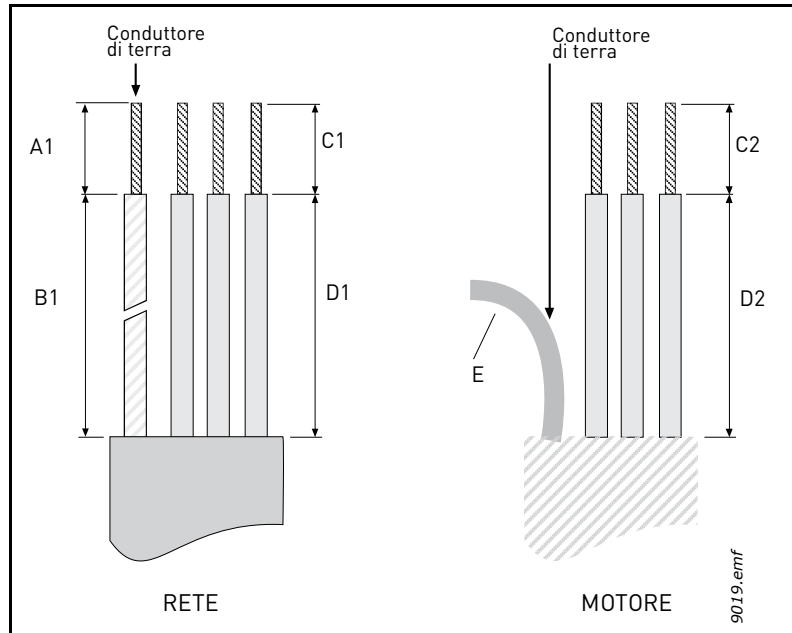
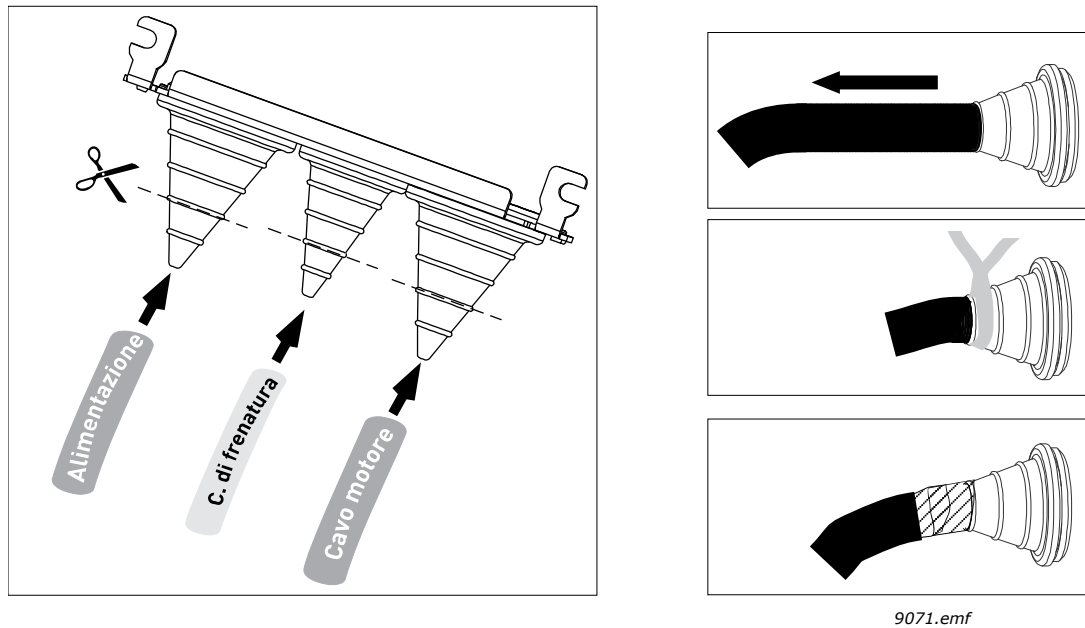
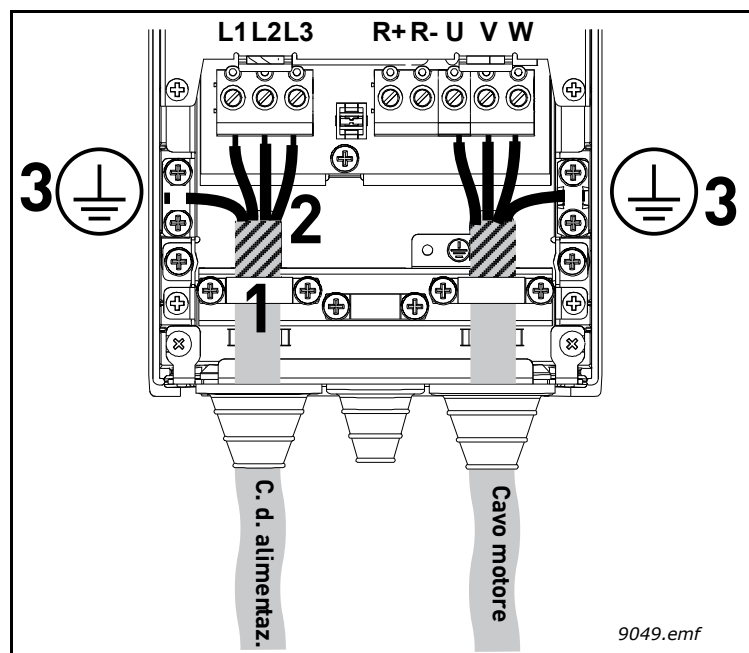
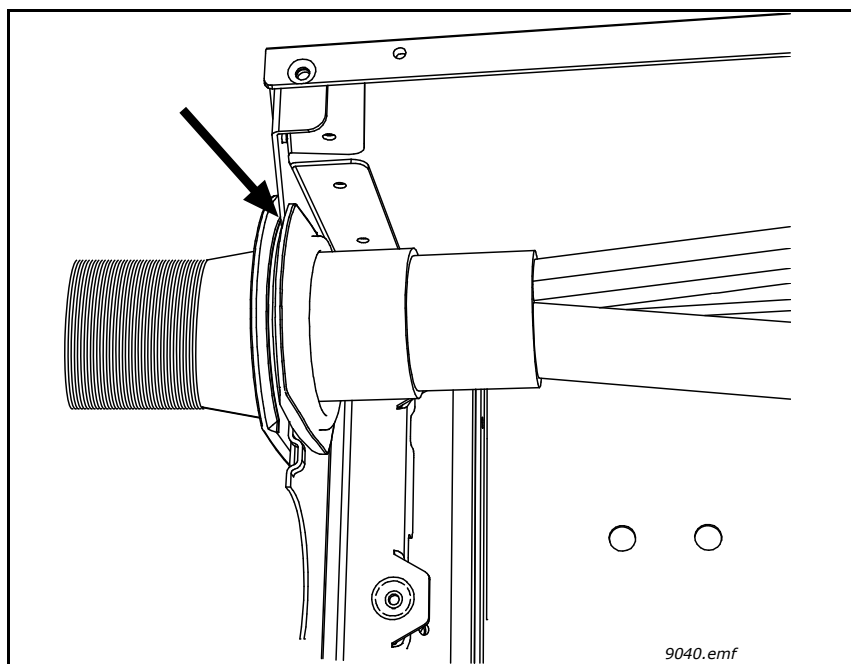

Figura 14. Spellatura dei cavi
Figura 18.
Figura 21.
Figura 32.
Collegare i cavi spellati (vedere la Figura 14 e la Figura 18) come illustrato nella Figura 21.
- Liberare la schermatura dei tre cavi in modo da poter effettuare una connessione a 360 gradi con il pressacavo (1).
- Collegare i conduttori (di fase) dei cavi motore, alimentazione e frenatura ai rispettivi morsetti (2).
- Utilizzare la restante porzione di schermatura dei tre cavi per formare dei "pigtaills" e fare un collegamento a terra utilizzando un pressacavo come illustrato nella Figura 21 (3). Fare i "pigtaills" della lunghezza appena sufficiente per raggiungere ed essere fissati al morsetto – non farli più lunghi del necessario.
Posizionare l'anello di tenuta sul cavo in modo tale che la piastra passacavo combaci con il solco presente sull'anello di tenuta, vedere la Figura 32. Per la conformità ai requisiti della classe di protezione IP54, il contatto tra l'anello di tenuta e il cavo deve garantire una tenuta effettiva. Pertanto, è necessario che la prima parte del cavo fuoriesca dritta dall'anello di tenuta, prima di piegare il cavo. Qualora ciò non sia possibile, la tenuta va assicurata con l'aiuto di nastro isolante o di una fascetta. Per un esempio, vedere la Figura 18.